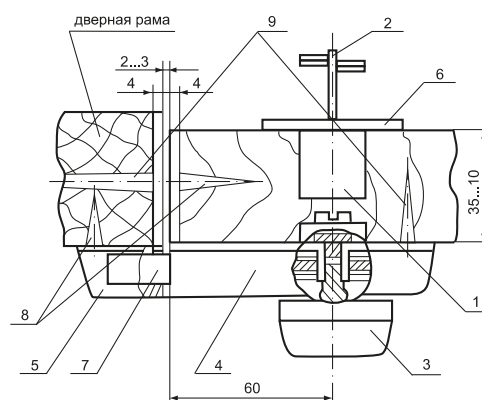

Рис. 1 Устройство и установка замка
Для крепления замка (рис. 1 поз. 4) и планки запорной (рис. 1, поз. 5) необходимо в дверях вырезать отверстие для крепления.
Замок и планка запорная крепятся четырьмя шурупами: 1-4x30 2 шт. (рис. 1, поз. 8), 1-4x50 2 шт. (рис. 1, поз. 9).
Для облегчения заворачивания шурупов рекомендуем высверлить отверстие в местах под шурупы диаметром не более 2 мм на глубину 15 мм. Накладка (рис. 1, поз. б) крепится шурупами 1-3x13 2 шт.
После установки замка движение засова (рис. 1 поз. 7) должно быть свободным без заеданий.
- снаружи помещения ключом (рис. 1, поз. 2);
- внутри помещения рукояткой (рис. 1, поз. 3).
Ключ вставляется и вынимается из цилиндрического механизма (рис. 1, поз. 1) при фиксированном положении рукоятки (0°; 360°) (рис. 1, поз. 3). Ввиду особенности конструкции замка ключ может быть вставлен только при фиксированном положении рукоятки.